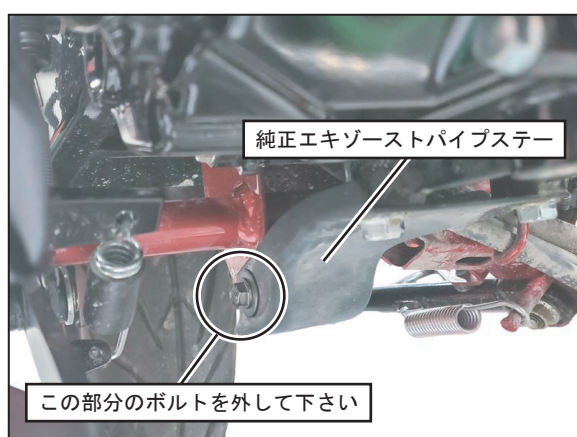

FIG. 11
8. 車両下部の純正ボルト1本を外し、外したボルトと⑤平ワッシャM8×26を使用して①マフラーASSY前側のステーを仮締めして下さい。(FIG. 11, 12, 13, 14 参照)